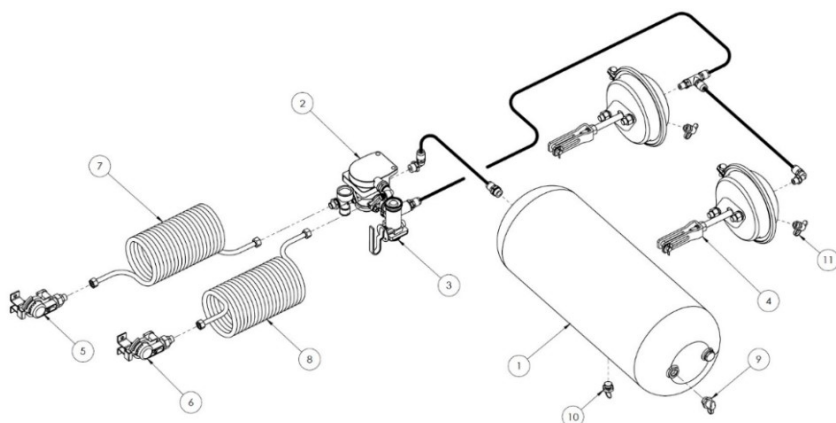

Abbildung 7. Zweileitungs-Druckluftbremsanlage
- - pneumatische Zweileitungsinstallation (Abbildung 7),